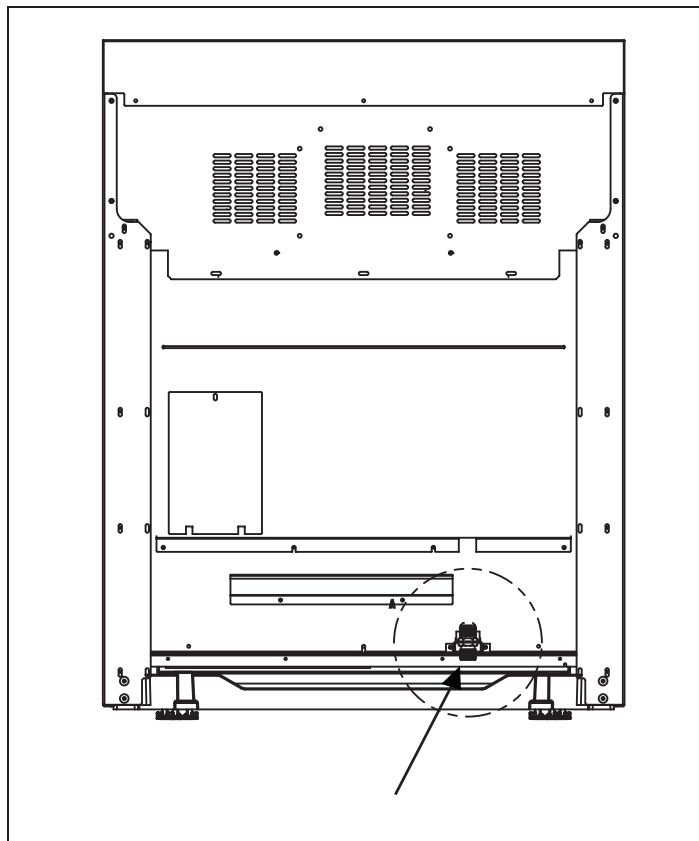
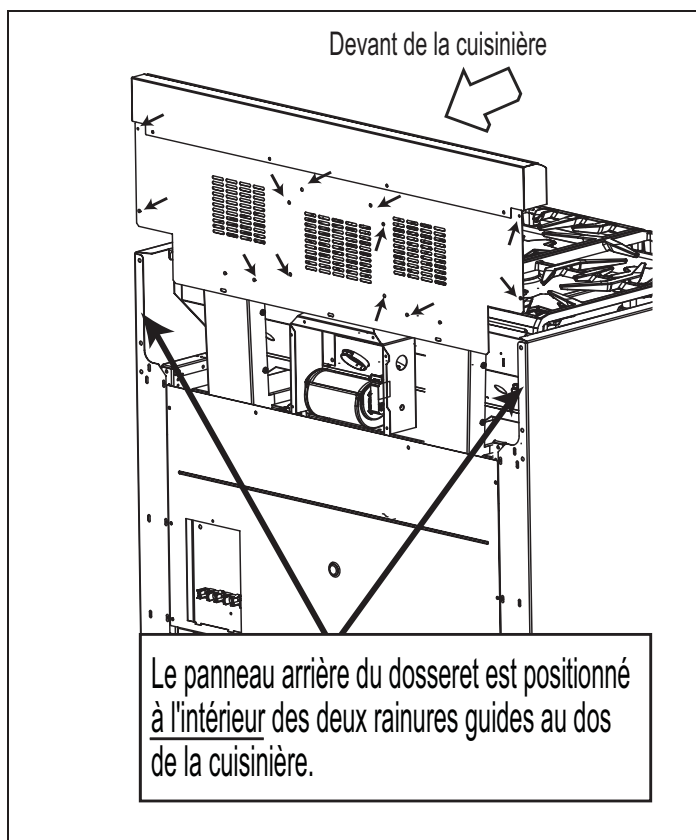

Figure 8 : Emplacement du tuyau d'arrivée de gaz
Figure 9 : Position du panneau du dossier
- Utilisez un raccord à gaz souple de 3/4" entre l'alimentation en gaz et le tuyau d'arrivée de gaz de l'appareil. Le tuyau d'arrivée de gaz de toutes les cuisinières est situé en bas à droite. (Voir figure 8 et figure 9). Le tuyau d'arrivée de gaz de l'appareil est de type NPT 1/2". Prenez garde au tuyau flexible de 19,1 mm (3/4 po) dans les coudes, vous pourriez vous pincer. La longueur suggérée est de 48 po. Vérifiez les codes locaux concernant les exigences.